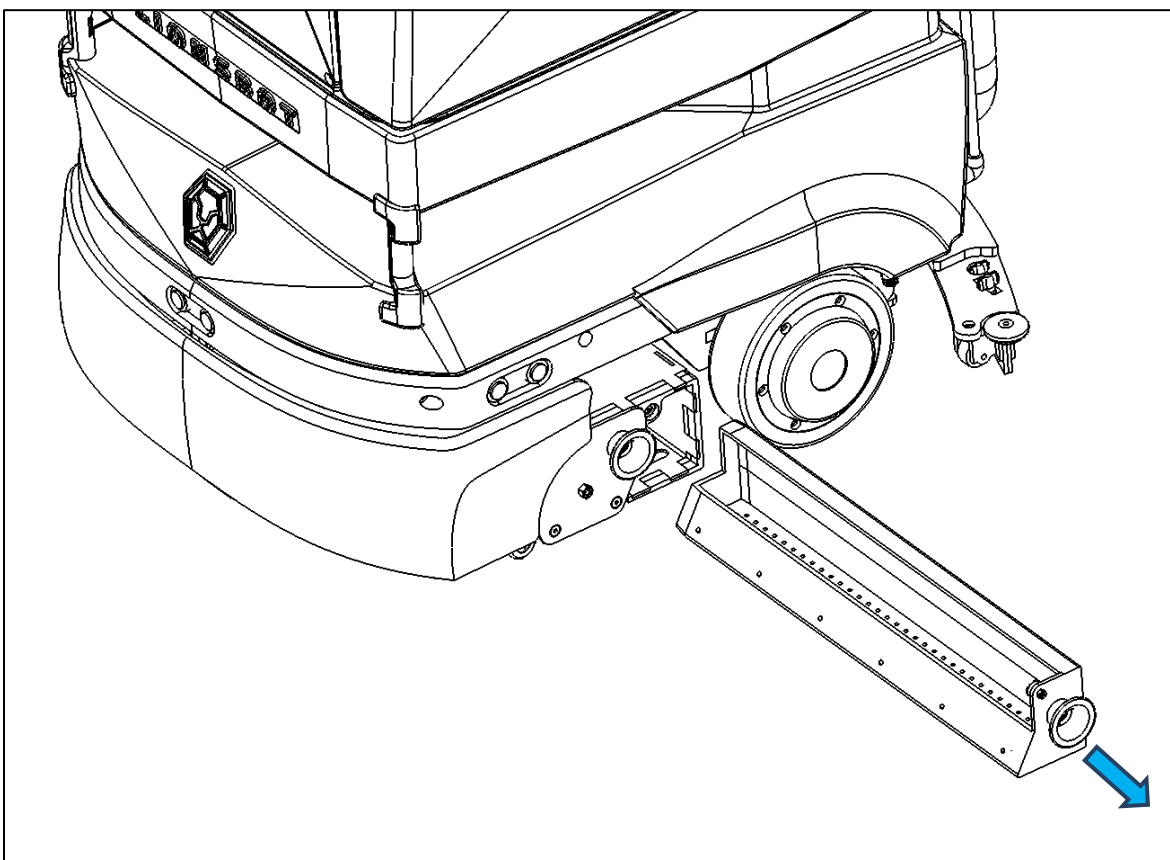

Fig. 1
1. Trek aan de knop van de afvalbak om deze los te maken van de magnetische sluiting (Fig. 1).